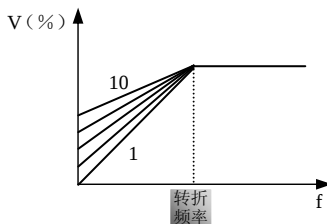

图 5-5 直线型 V/F 曲线
- 本产品共有 10 条“直线型 V/F 曲线”, 用于提高低频时的输出转矩, 数值越大, 补偿也越大, 如图 5-5 所示。